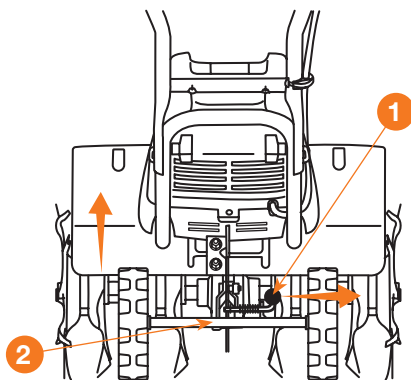

Рис. 19
- Для перевода колес из транспортировочного режима в рабочий, вытяните рычаг стопора **1** и поднимите колесную раму **2** в верхнее положение, зафиксируйте ее, задвинув рычаг **1** обратно (Рис. 19).